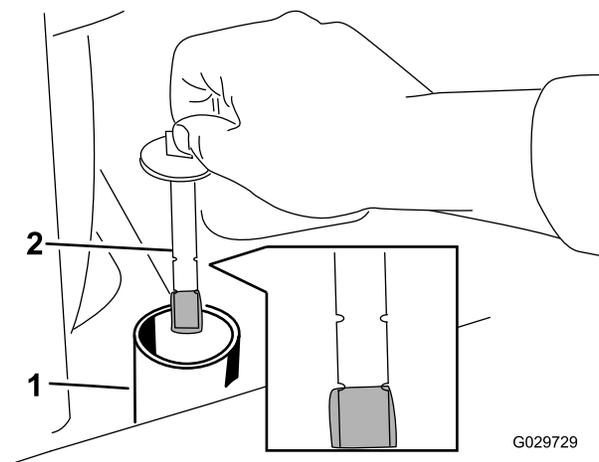

Рисунок 72
6. Снимите крышку гидравлического бака и извлеките масломерный щуп (Рисунок 72).